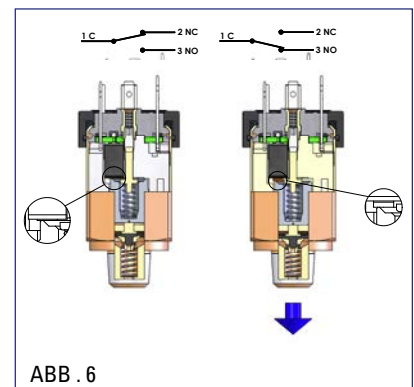

ABB. 6
- Bei der Version mit WECHSELKONTAKTEN (SPDT) auf Abb. 3 (Abb. 6 für Vakuum) führt der vom Fluid auf das Trennelement (Membran oder Kolben) ausgeübte Druck hingegen zur Umschaltung eines Mikroschalters. In dieser Version können gleichermaßen NC-, NO - oder beide Kontakte verwendet werden.
- In the SWITCHING CONTACTS (SPDT) of Fig. 3 (Fig. 6 for vacuum) version, the pressure of the fluid on the separating element (diaphragm or piston) causes a microswitch to switch.